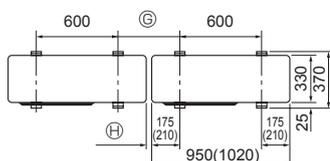

Fig. 3-1
- * Die Anlage immer auf fester, ebener Oberfläche aufstellen, um Rattergeräusche beim Betrieb zu vermeiden. (Fig. 3-1)